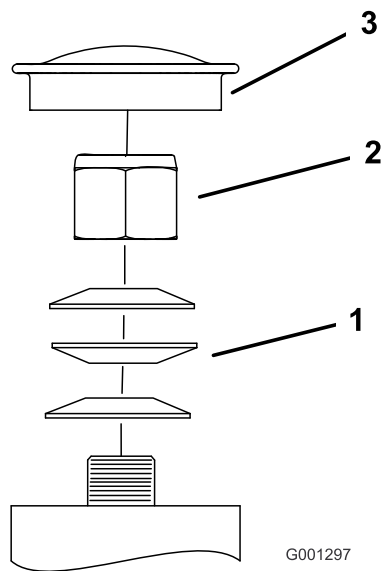

Figure 52
3. Retirez le capuchon antipoussière de la roue pivotante et serrez le contre-écrou (Figure 52).
4. Continuez de le serrer jusqu'à ce que les rondelles élastiques soient aplaties, puis desserrez-le de 1/4 de tour pour obtenir la précharge correcte des roulements (Figure 52).
- Important:** Veillez à placer les rondelles comme illustré (Figure 52).
5. Remettez le capuchon antipoussière en place (Figure 52).